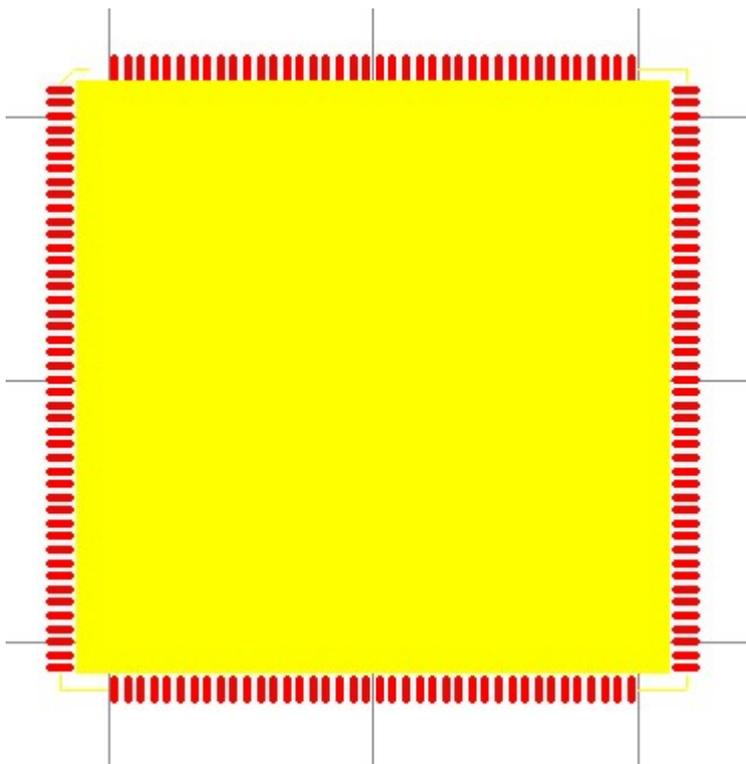

图 6
- 1、要求在核心板后加盖一层丝印，以防止核心板与过孔短路如图 6 所示